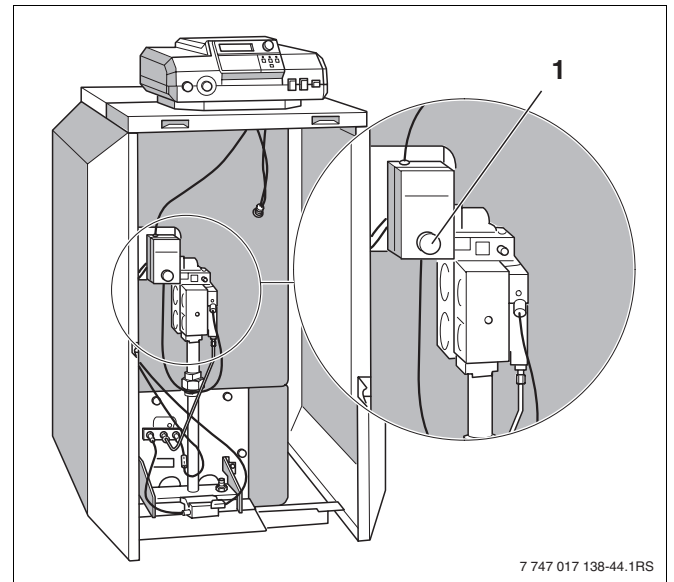

Bild 7 Brennerstörungen beheben
Bei einer Brennerstörung leuchtet die Stör Lampe (Bild 7, Pos. 1) am Heizkessel.
- Drücken Sie den Entstörtaster des Brenners (Bild 7, Pos. 1) durch die Bohrung der Brennerhaube.